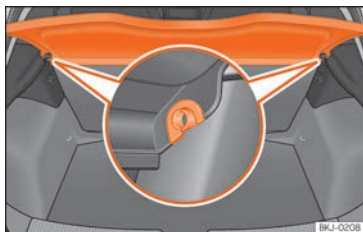

Fig. 164 Nel bagagliaio: smontare e montare il ripiano.
- Togliere il pianale dai supporti laterali »» fig. 164 tirandolo verso l'alto ed estrarlo.
- Inserire la copertura in modo orizzontale facendo coincidere la "mezzaluna" sull'asse dei supporti »» fig. 164 e premendo verso il basso fino a far scattare l'innesto.